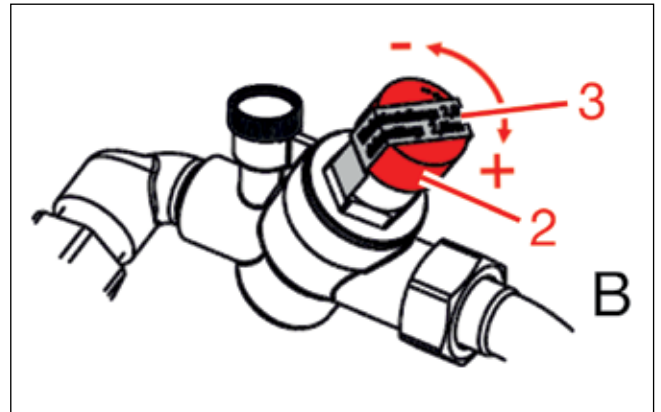

Figure 13 : Réducteur de pression sur EMCF conception B
Variante A: Desserrer la vis de fixation (1) et régler le réducteur de pression sur 1,5 bar - 2,0 bar max. Resserrer la vis à fond pour bloquer le réglage du réducteur de pression (Fig. 13).